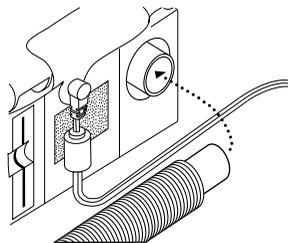

FIGURE 3-2 CONNEXION DE LA TUBULURE SOUPLE
1. Connectez la tubulure souple à la sortie d'air située à l'arrière de l'appareil, comme illustré dans la Figure 3-2.